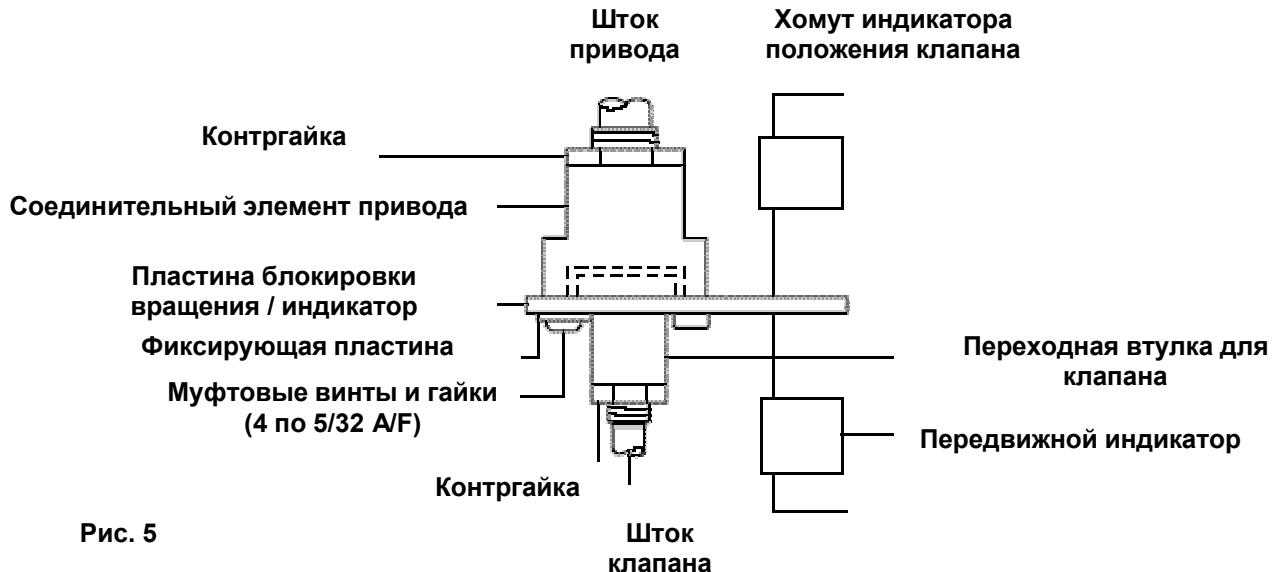

Рис. 5
9. Измерив от верхней части коробки сальника (Рис. 5), отметьте требуемое значение хода 15 мм (0,6") или 20 мм (0,8") на штоке клапана (используйте острый карандаш или тонкий маркер).